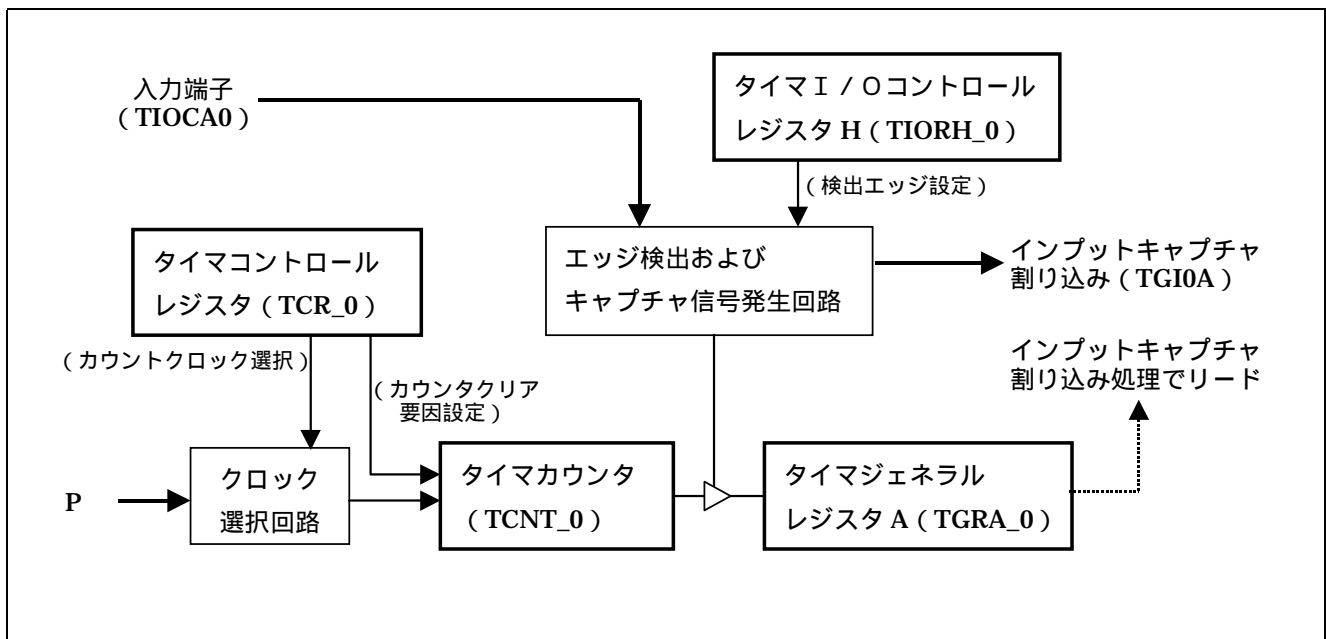

図 1 パルス幅測定ブロック図
16 ビットタイマパルスユニット (TPU) のチャンネル 0 を使用して、インプットキャプチャ入力端子 (TIOCA0) から入力されるパルスのパルス幅 (High 幅および Low 幅) を測定します。周辺モジュールクロック (P) 25MHz で動作時、パルス幅は最大 163.84msec^{*1)} まで 2.56 μsec (1/P) 単位で測定できます。図 1 にパルス幅測定のブロック図を示します。